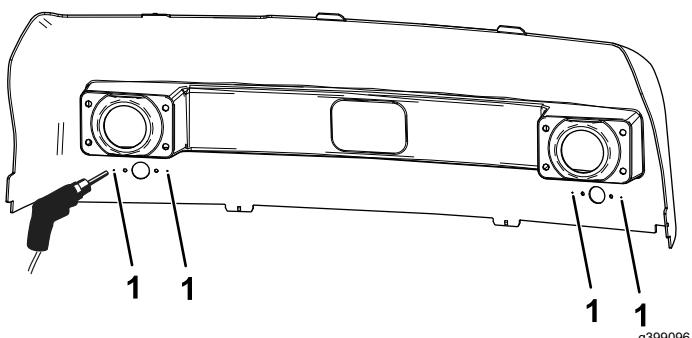

Рисунок 22
- С внутренней стороны капота найдите 4 точки рядом с отверстиями указателей поворота и просверлите отверстия диаметром 6 мм, как показано на Рисунок 22